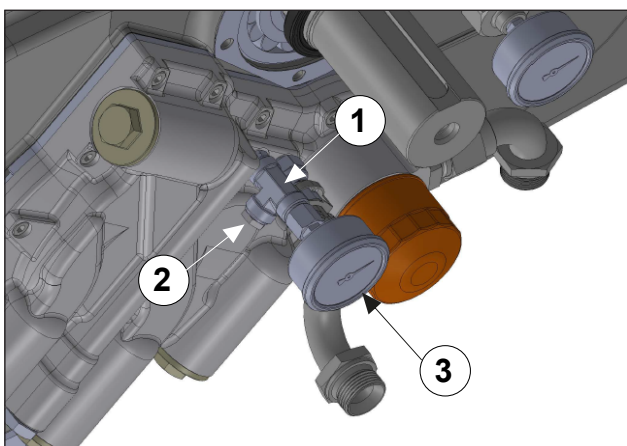

Abb. 134
Verwenden Sie LOX-EAL Dichtmasse 53-14 oder eine vergleichbare Masse zum Anfeuchten der T-Verschraubung (Pos. ①), des Verschlusses (Pos. ②) und des Manometers (Pos. ③) Abb. 134 und führen Sie die Montage aus.